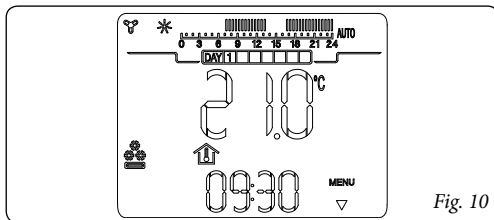

Fig. 10
- **Modalità controllo chiller** (❄). E' possibile abilitare il CRONO 7 al controllo di un chiller per il raffrescamento di ambienti (per l'abilitazione di questa funzione vedere paragr. 9.3). In modalità "raffrescamento" il CRONO 7 può funzionare in modo automatico o manuale per la descrizione del funzionamento vedi capitolo 6. Sul display viene visualizzato il giorno e l'ora corrente, la temperatura ambiente e la barra oraria con la programmazione giornaliera del timer raffrescamento unitamente ai relativi simboli (fig. 10).